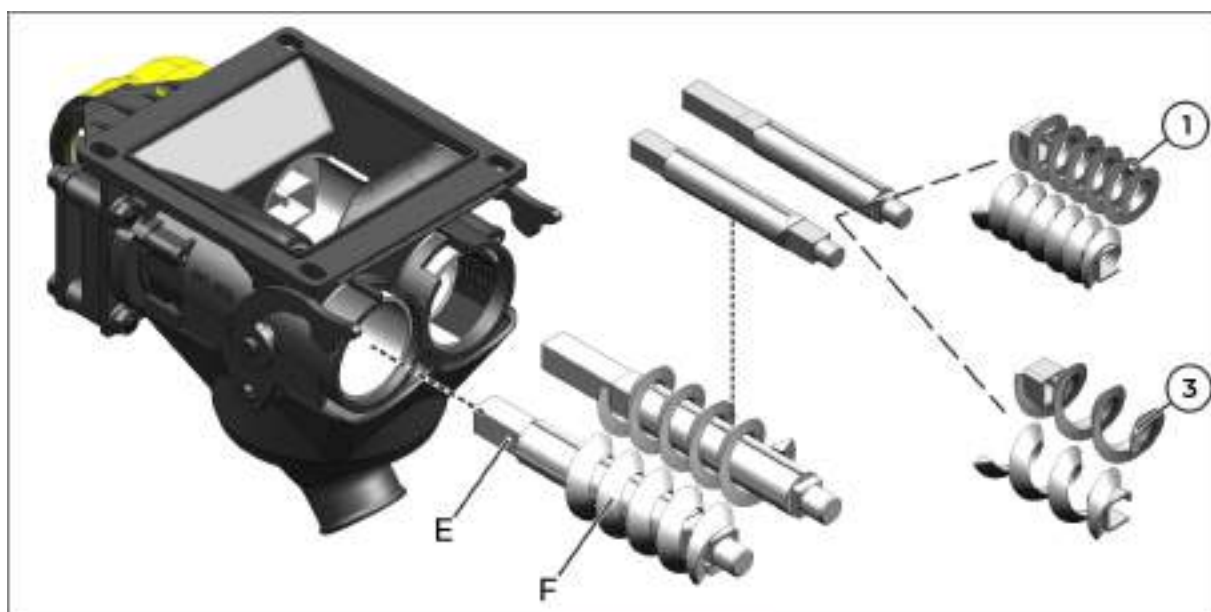

fig. 176
Retire o eixo (E) e o sem fim (F) (*fig. 176*) do dosador.